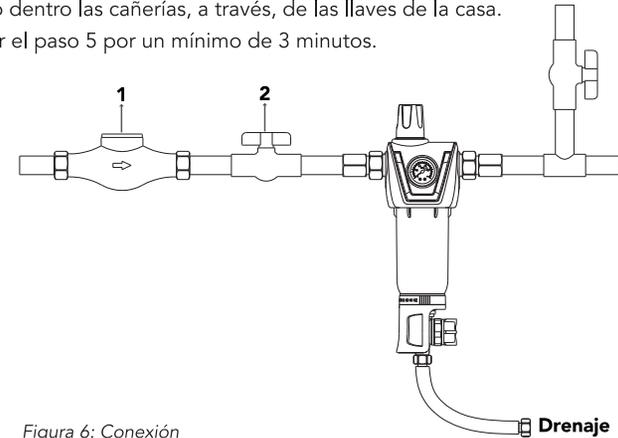

Figura 6: Conexión
3. Instalar el prefiltro, según la secuencia mostrada en la Figura 6.